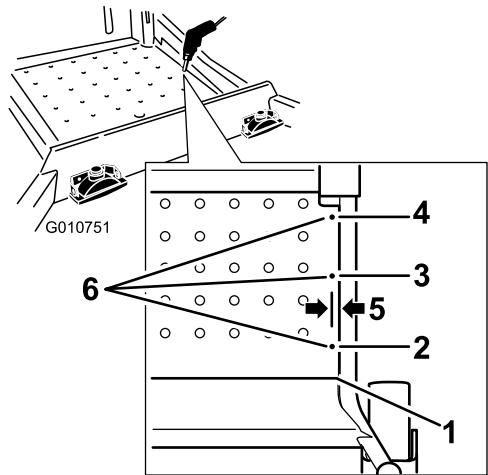

Figure 3
- Mesurez vers l'arrière, du bord avant du plancher jusqu'aux emplacements marqués à 7,62 cm (3 po), 22,86 cm (9 po) et 38,1 cm (15 po) (Figure 3).